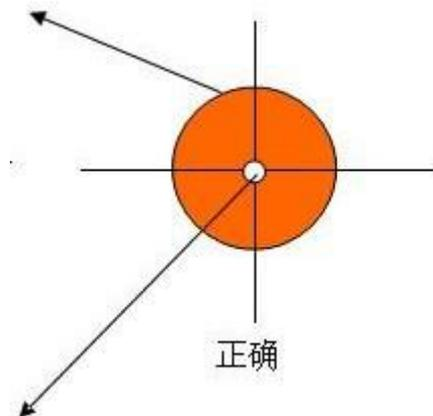

图 10 调光效果示意图
- 6) 如下图八种情况，将软件的占空比设成 20%，也就是调激光在喷嘴中心的功率在 50W 左右，将透明胶带贴在喷嘴上，然后出光，最终激光在胶带上打出来的小点和喷嘴的正中心要重合，如果前期不熟悉调光，在调光时每次旋的幅度不要太大，即每次调整在 2° 左右，否则不容易调到中心，下图 10 喷嘴处调光效果示意图是调光后最终要达到的效果。